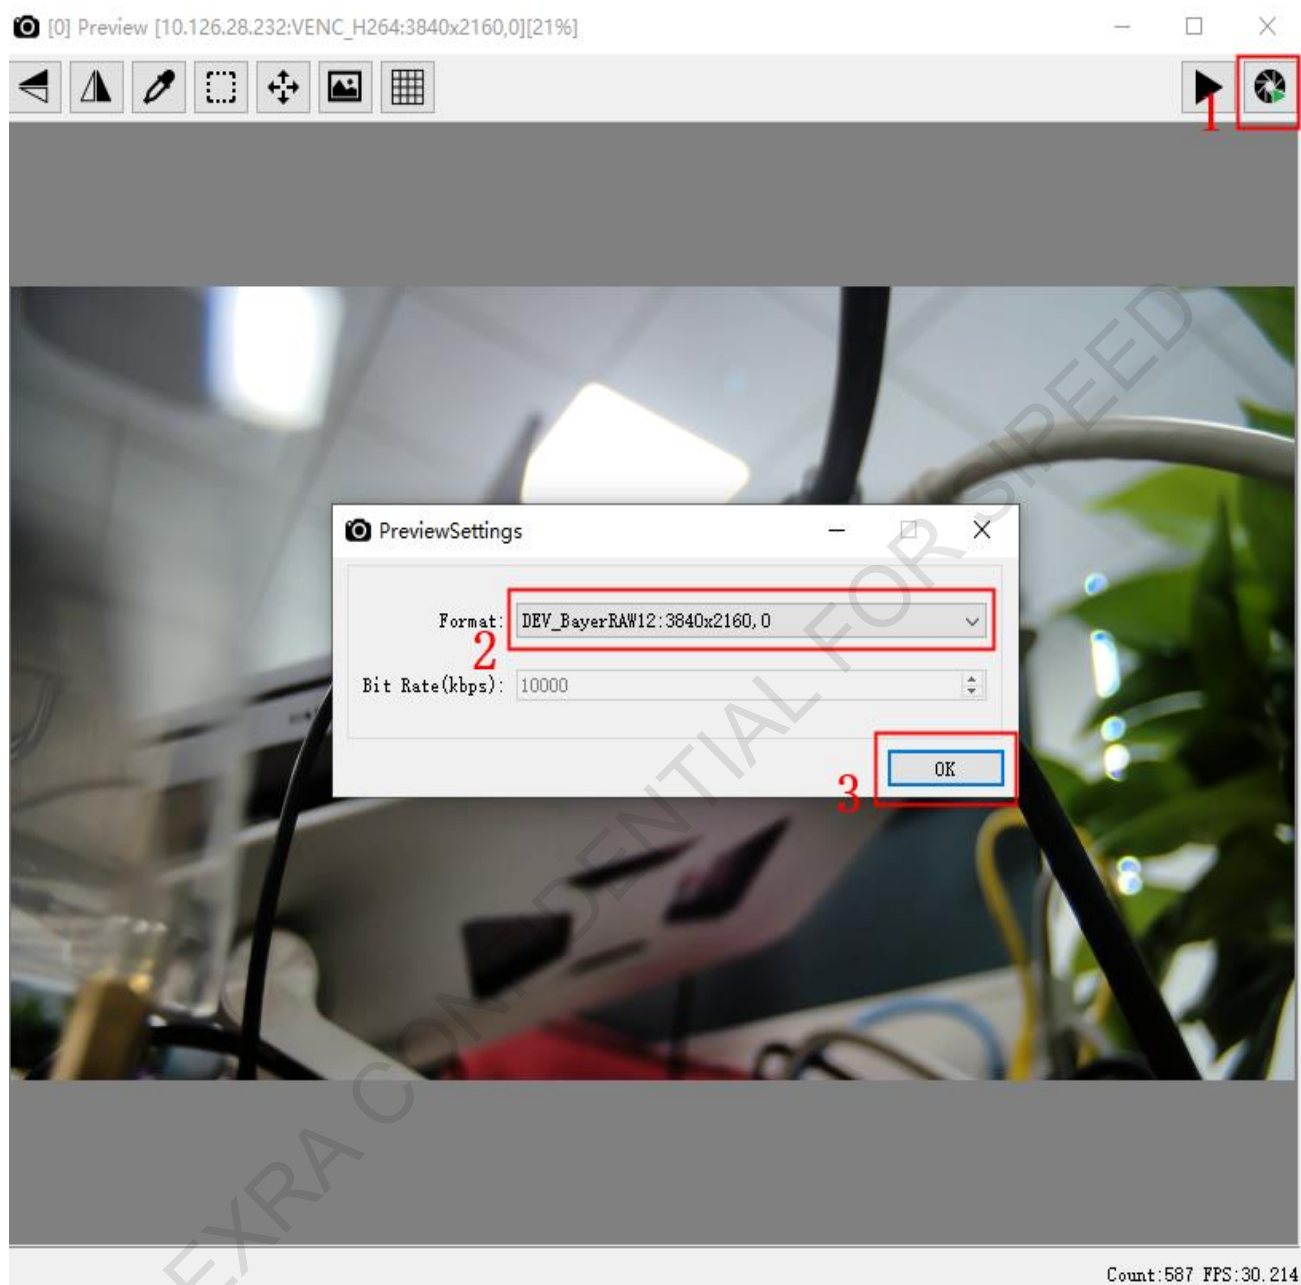

图2-1 单张 Capture Raw 抓取
- 步骤 2. 按需求设置曝光参数（如无特殊需求可直接预览），Raw 模式会有一些延时，待预览看到参数生效后，在预览界面点击拍照(如下图 2-1 所示)，选择需要的 Raw 格式，OK，图片会保存在工具工作路径下的 Pic 目录下。